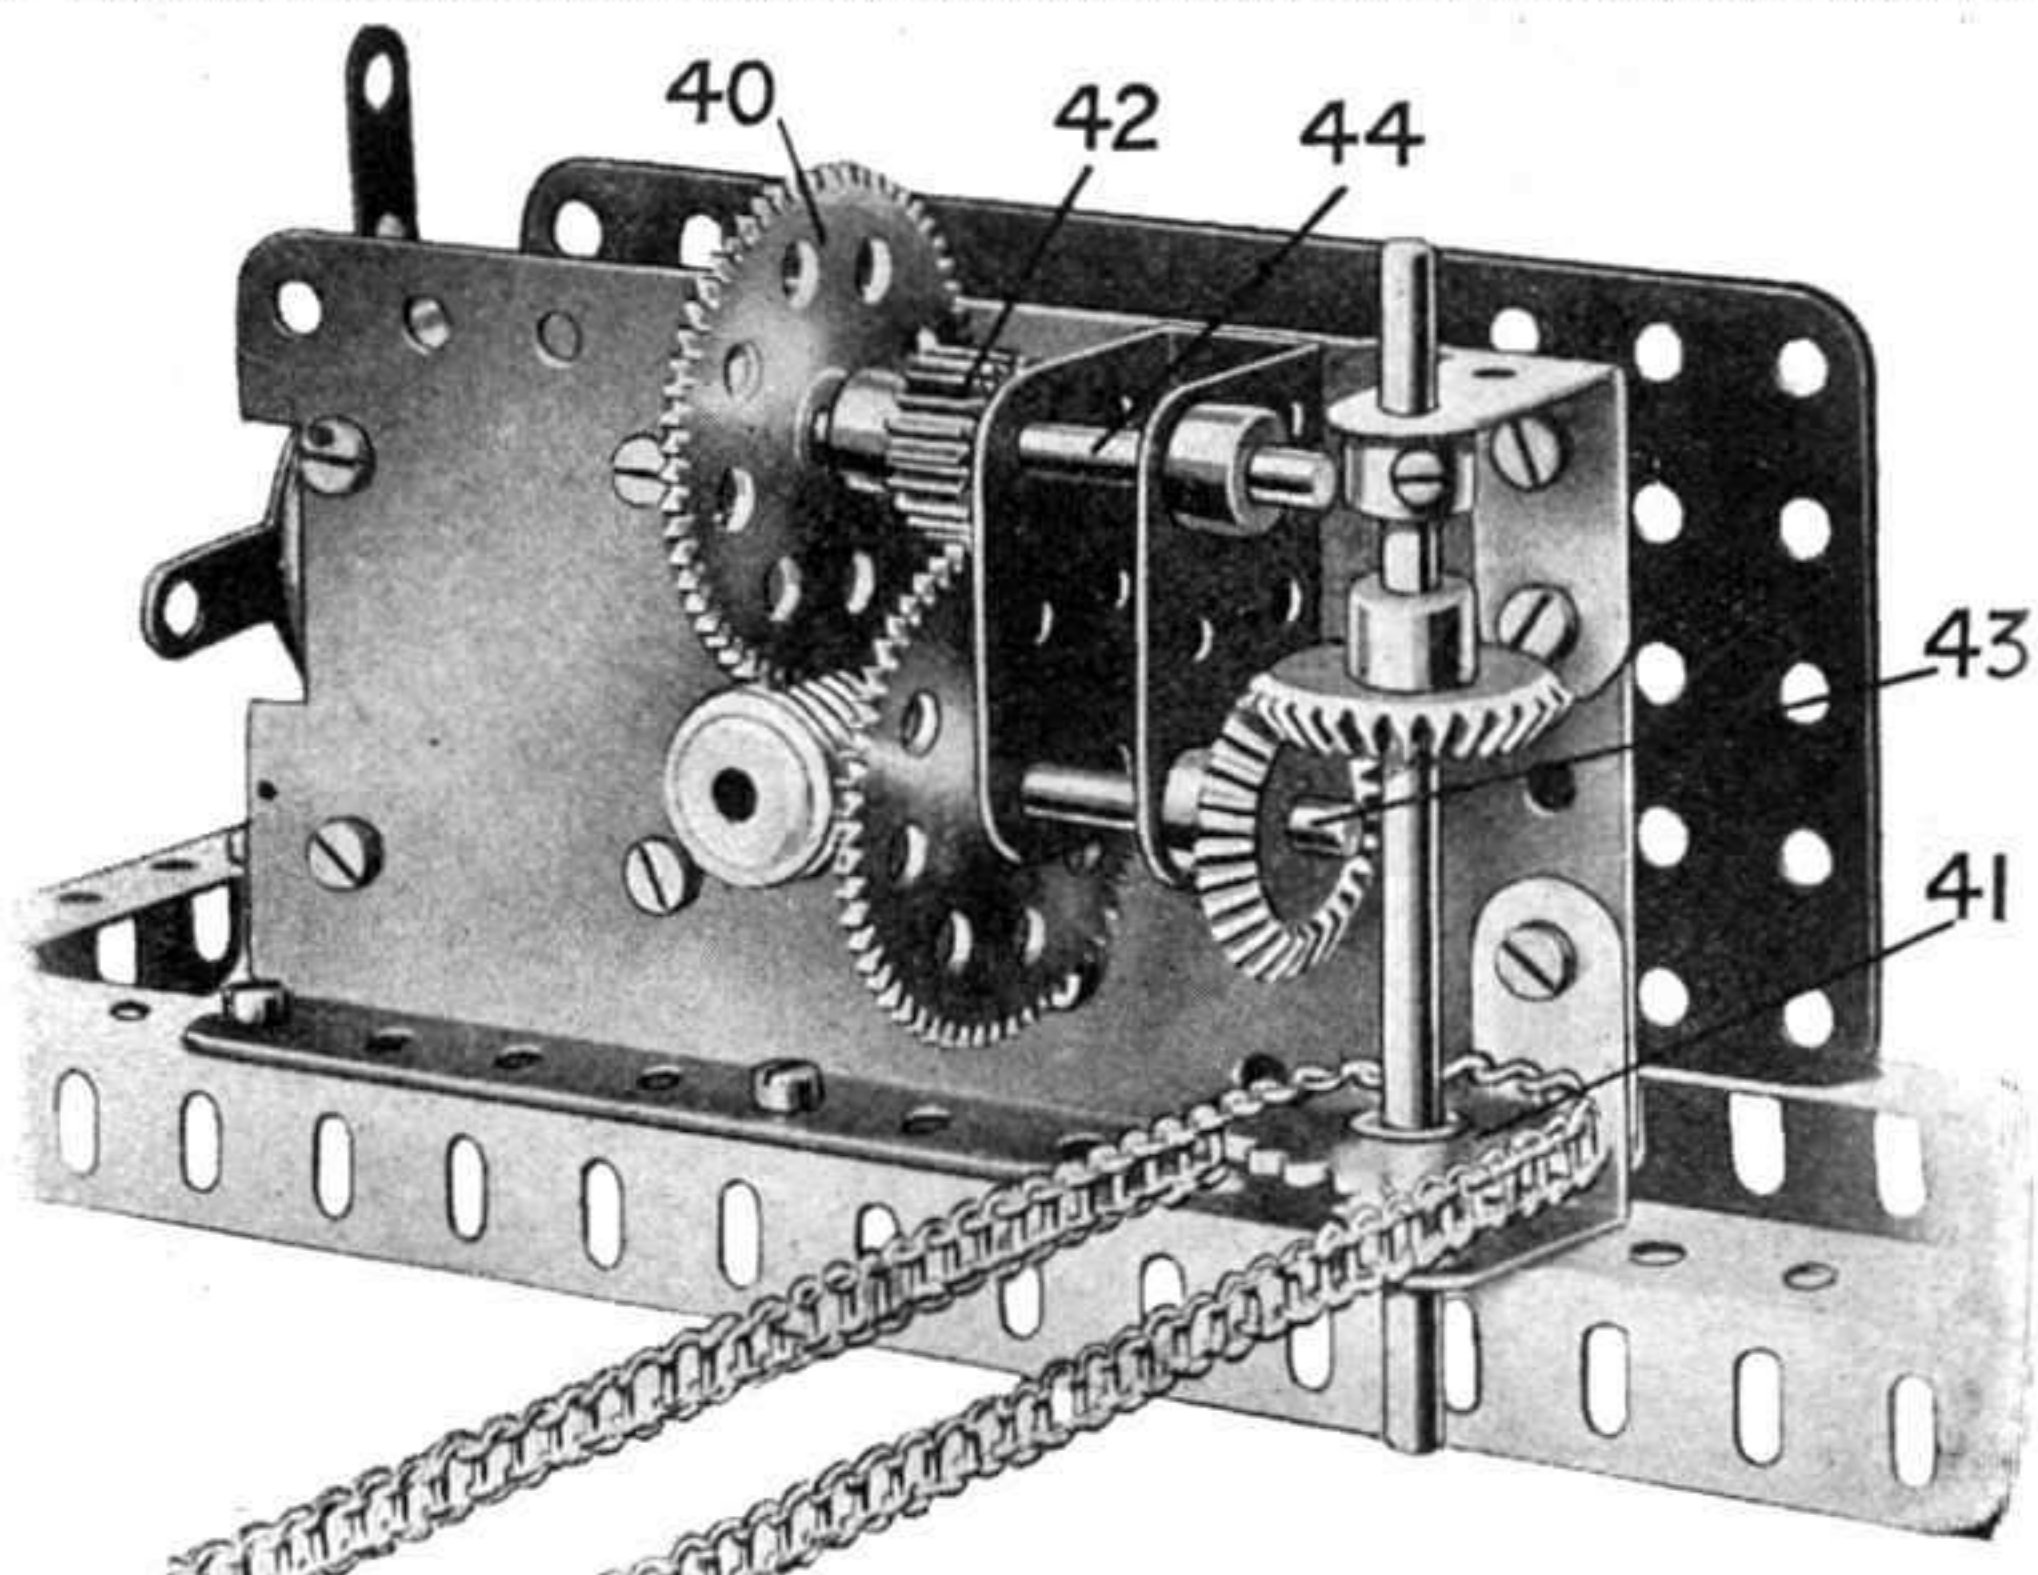

Fig. 3. — Mécanisme monté sur le Moteur électrique
Une Vis sans Fin fixée à l'arbre de l'induit du Moteur Electrique (voir Fig. 3) engrène avec une Roue de 57 dents (40) sur la Tringle (44), à laquelle est également fixé un Pignon de 12 mm. (42) qui engrène avec une seconde Roue Dentée de 57 dents sur la Tringle (43). Le mouvement est ensuite transmis par l'intermédiaire d'Engrenages Coniques de 22 mm. à une Roue Dentée